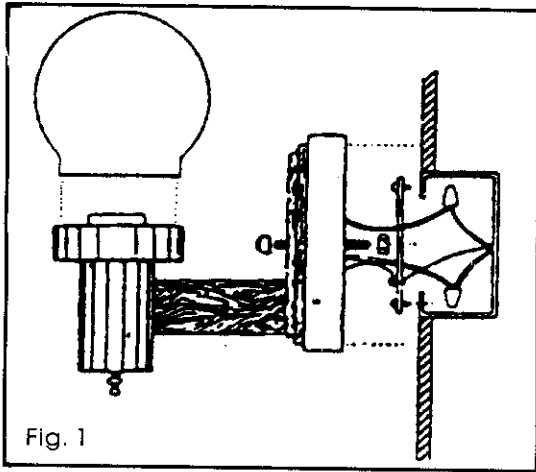
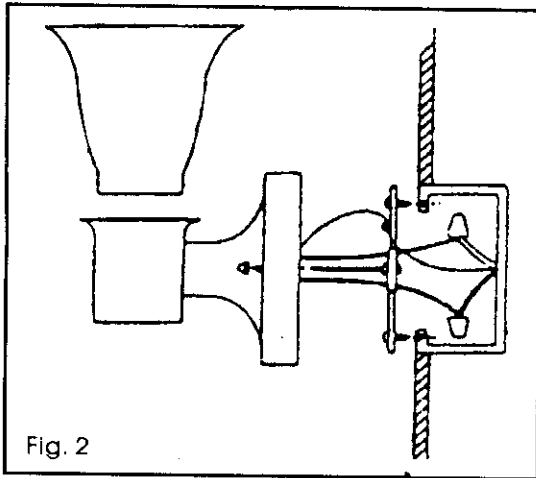

Fig. 1
Fig. 2
2. Some fixtures are provided with a threaded nipple (see Fig. 1 and Fig. 5) or machine screws (see Fig. 2 and 2A) for attaching the fixture to the mounting bracket. If your fixture is supplied with a threaded nipple screw, the nipple 3 complete turns into the mounting bracket and lock into place with a hexagon lock nut. If your fixture is supplied with machine screw, thread the machine
2. Algunas lamparas vienen con un tubito de roca (ver fig. 1 y 5) o tornillos de metal (ver fig. 2y 2a) para fijar la lampara a los soportes de montaje. Si su lampara tiene un tubito de roca, atornille el niple 3 completamente en el soporte y fíjelo en su lugar con la tuerca hexagonal. Si su lampara tiene tornillos de metal, introduzcalos en el lado opuesto del soporte de